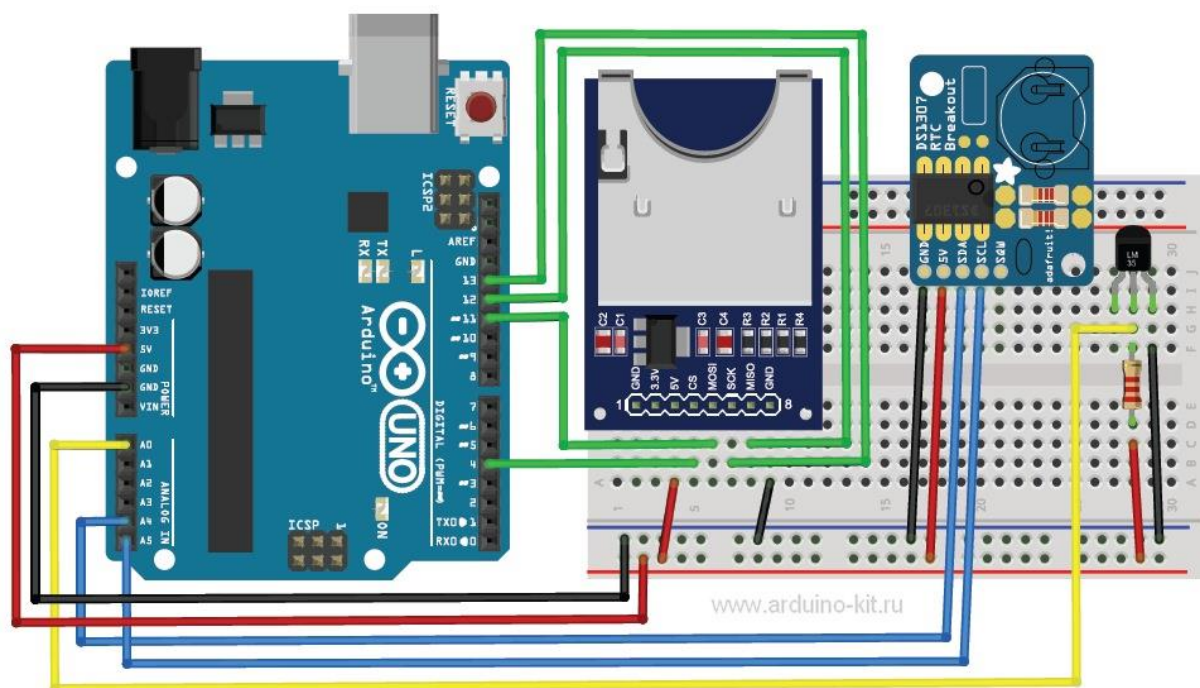

Рис. 27.1. Схема подключения модулей SD-card и DS1307 к Arduino
Подсоединим модуль SD-card к плате Arduino и напомним пример сохранения на SD-карте данных аналогового датчика температуры LM335. Для анализа данных температуры потребуется знать и время измерения данных, поэтому будем использовать и модуль часов реального времени RTC. Соберем схему, показанную на рис. 27.1.
1. Подключаем модули SD card, DS1307 и датчик температуры LM335 к плате Arduino по схеме на рис. 27.1.